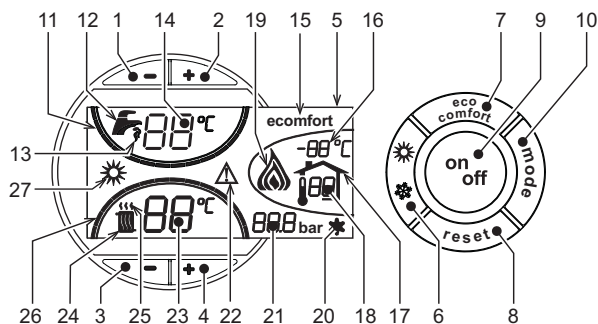
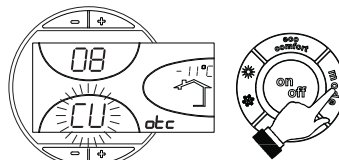

рис. 1 - Панель управления
рис. 11 - Кривая погодозависимого регулирования
О поступлении команды на включение отопления (от комнатного термостата или от пульта ДУ с таймером) предупреждает мигание индикатора теплого воздуха, установленного на радиаторе (дет. 24 и 25 - рис. 1).
Индексные метки с подсветкой системы отопления (поз. 26 - рис. 1) загораются по мере приближения измеряемой датчиком температуры к заданному значению.
О поступлении команды на включение системы ГВС, генерируемой при заборе горячей воды, предупреждает мигание соответствующего индикатора на кране (поз. 12 и 13 - рис. 1). Убедитесь, что функция Comfort (поз. 15 - рис. 1) находится в активном режиме
Индексные метки с подсветкой системы ГВС (поз. 11 - рис. 1) загораются по мере приближения измеряемой датчиком температуры к заданному значению.
При включенной системе нагрева воды в бойлере (заводская установка) на дисплее отображается символ режима COMFORT (поз. 15 - рис. 1); наоборот, если система нагрева выключена, на дисплее высвечивается символ режима ECO (поз. 15 - рис. 1)
Бойлер может быть выключен пользователем (режим ECO) нажатием кнопки eco/comfort (поз. 7 - рис. 1). Для включения режима "КОМФОРТ" снова нажмите кнопку "Экономичный"/"Комфорт" (поз. 7 - рис. 1).
Нажмите кнопку **Вкл/Выкл** (поз. 9 - рис. 1) на 1 секунду.
Для повторного включения котла снова нажмите кнопку **Вкл/Выкл** (поз. 9 - рис. 1) на 1 секунду.
- Нажмите кнопку ON/OFF (9 - рис. 1).
Нажмите клавишу **Лето/Зима** (поз. 6 - рис. 1) на 1 секунду.
На дисплее высвечивается символ "Лето" (поз. 27 - рис. 1). При этом котел будет вырабатывать только воду для ГВС. Остается активной система защиты от замерзания.
Для выключения режима "Лето" вновь нажмите клавишу **Лето/Зима** (Поз. 6 - рис. 1) на 1 секунду.
Температура в системе отопления регулируется в пределах от 30°C до 80°C с помощью клавиш (дет. 3 и 4 - рис. 1).
Температура в системе ГВС регулируется в пределах от 10°C до 65°C с помощью клавиш (поз. 1 и 2 - рис. 1).
При установке внешнего датчика (опция) на дисплей панели управления (поз. 5 - рис. 1) выводится текущая внешняя температура, измеряемая этим датчиком. При этом система управления котлом работает в режиме "Плавающая температура". В этом режиме температура воды в системе отопления регулируется в зависимости от внешних климатических условий с тем, чтобы обеспечить максимальный комфорт и экономии энергии в течение всего года. В частности, при увеличении температуры наружного воздуха уменьшается температура подаваемой в систему отопления воды в соответствии с определенной "характеристикой компенсации".
В режиме плавающей температуры величина, заданная с помощью клавиш регулировки отопления (поз. 3 и 4 - рис. 1), становится максимальной температурой воды системы отопления. Рекомендуется устанавливать ее на максимальную величину, чтобы позволить системе выполнять регулировку во всем полезном рабочем диапазоне.
При однократном нажатии на клавишу **Режим** (поз. 10 - рис. 1) отображается фактическая компенсационная кривая (рис. 11), которую можно изменить с помощью **клавиш системы ГВС** (поз. 1 и 2 - рис. 1).